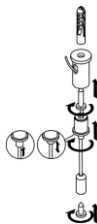

Рисунок 9 — Крепление подвеса.
5.8.5. Закрепите подвесы на креплениях светильника. Уровняйте светильник. Для регулировки длины троса нажмите на кнопку в верхней части крепления троса (см. Рисунок 9).
5.10.2. Распакуйте крепление и установите на светильнике (см рисунок 4, ж). Заведите крепление в паз на корпусе светильника. Для фиксации крепления на корпусе светильника имеются 2 отверстия. Совместите отверстия на креплении с отверстиями на корпусе. Шаг между винтами на креплении должен совпасть с шагом между винтами на корпусе. Вкрутите два винта: M5x8, и M5x80 (стопорный винт — см. рисунок 9), идущие в комплекте, для фиксации крепления на корпусе светильника.